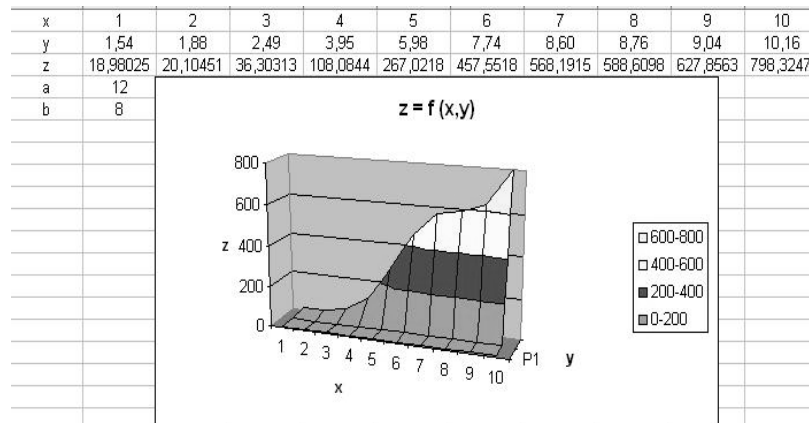

Рисунок 1.11 - Зображення прикладу завдання 2
12) Потягнувши лівою кнопкою миші за білу область діаграми, розмістити її в зручне місце. Готове завдання показане на рис. 1.11.
Готове завдання показано на рис. 1.11.